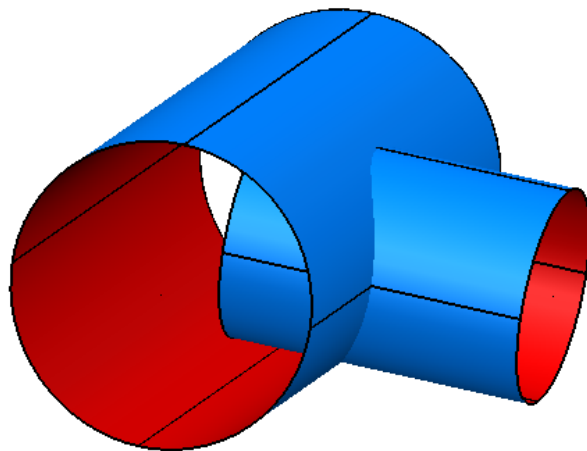

Figura 2.84 Cilindros intersectados.
- Rotar la vista del modelo manteniendo pulsado el botón central y moviendo el ratón para visualizar la intersección (Figura 2.84). Seleccionar la vista ISO 1 .